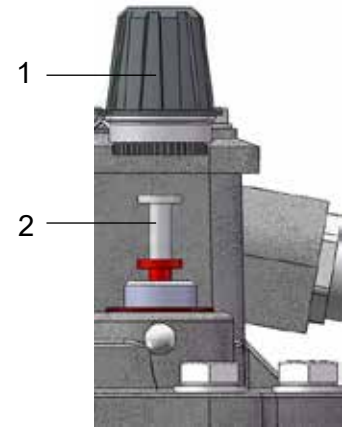

Fig. 7a - Touche d'essai
- Dévisser le grand écrou borgne (fig. 7a/ no. 1)
- Presser la touche d'essai (fig. 7a/ no. 2) jusqu'à la butée et la maintenir dans cette position